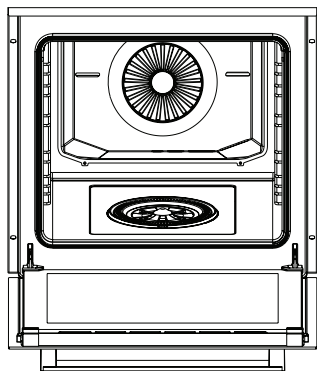
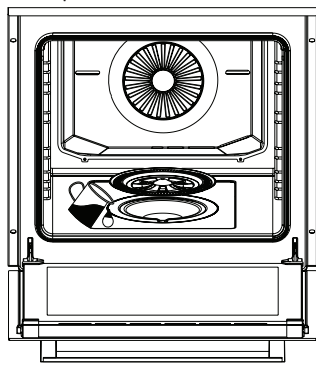
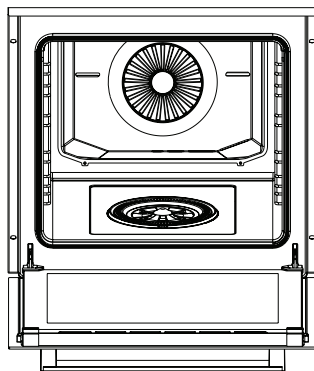

Figura 8
Figura 9
Figura 10
2. Abra la cubierta del aparato (ver figura 8). Retire la cubierta del depósito de agua y llene el depósito (ver figura 9). Luego, cierre la cubierta del depósito de agua (ver figura 10). Cierre la cubierta del aparato y precaliente durante 10 minutos. Después del precalentamiento, puede colocar los alimentos en el aparato.